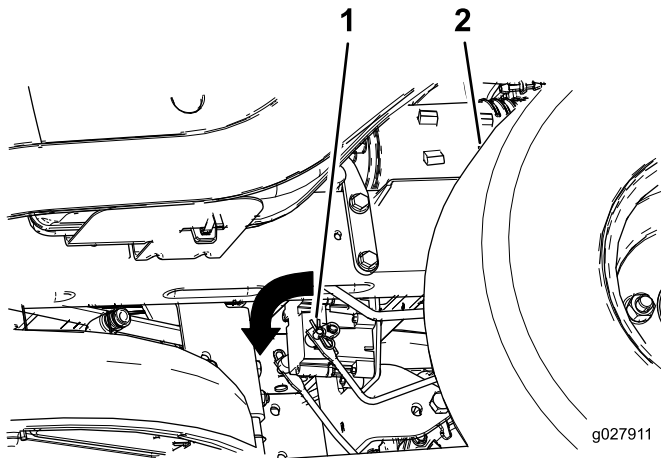

Bild 41
2. Ermitteln Sie an beiden Seiten der elektrischen Bremse die Wellen, an die die Gestängearme der Bremse angeschlossen sind (Bild 41).